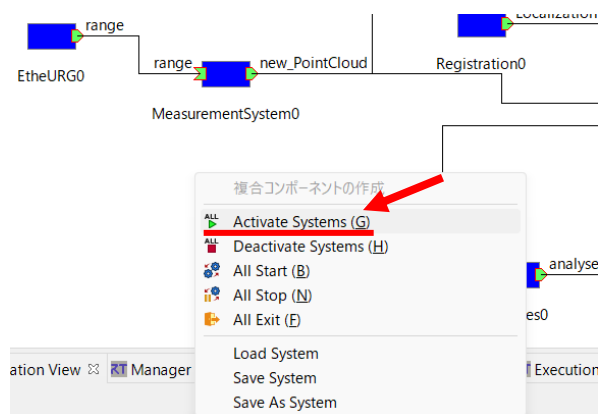
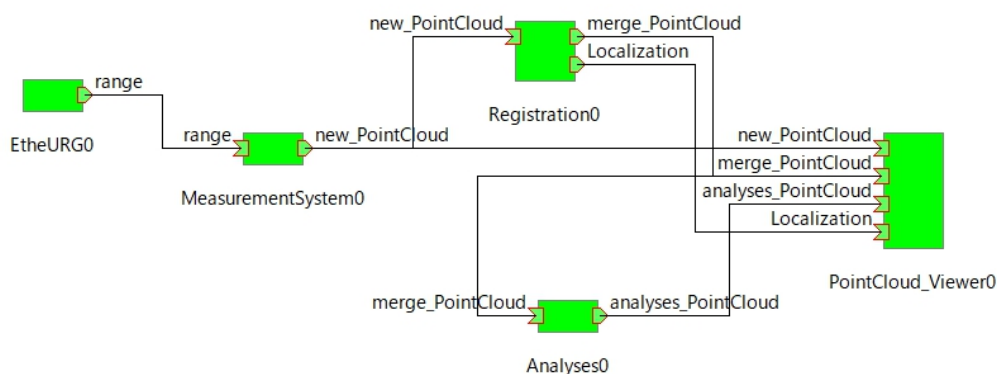

図 37 [System Editor]上の空白部分で[右クリック]し, 表示させた[ALL Activate Systems]
図 38 すべての RTC が有効となった状態
- ① 図 37 のように[System Editor]上の空白部分で[右クリック]し, [ALL Activate Systems]をクリックし, 図 38 のようにすべての RTC が有効になる。
- ② 図 38 のように MeasurementSystem RTC を[Activate]することで LiDAR による計測が開始される。また, 計測終了後に図 39 のようにコメントが表示されるため, この指示の通り MeasurementSystem RTC を[Deactivate]することで計測が 1 回終了する。再度計測する前にすべての RTC を[ALL Deactivate Systems]することで, EtheURG RTC 以外のすべての RTC においてプログラムの実行が一度終了し, 計測と各処理を再度実行する準備ができる。